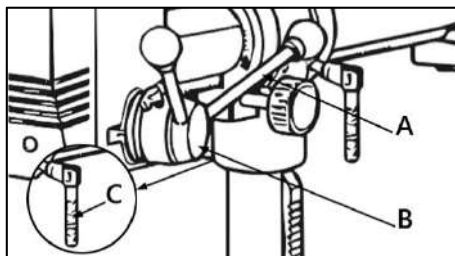
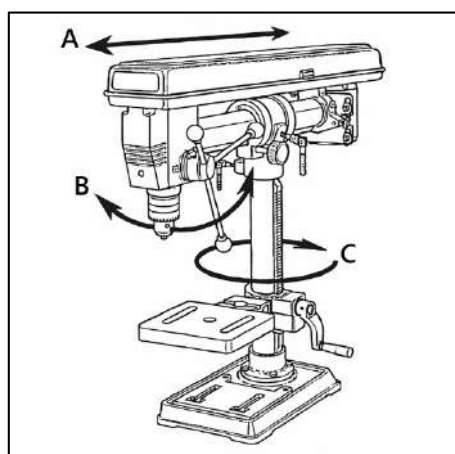
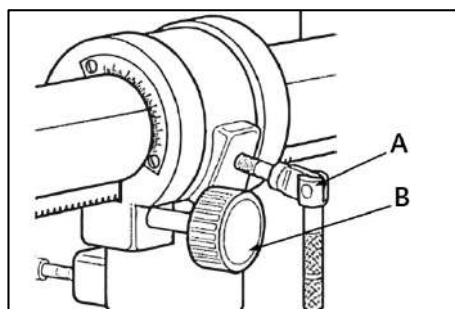
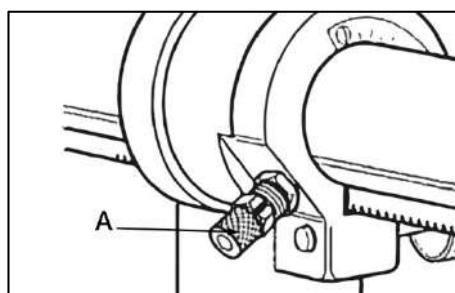

Рисунок 8.
Рисунок 16.
Рисунок 17.
Рисунок 18.
Аккуратно поднимите сверлильную головку (А) (рис. 8) и наденьте ее на колонну до упора. Выровняйте головку относительно стола и основания. Затяните рукоятку фиксации (С) на левой стороне кронштейна сверлильной головки.
Для горизонтального перемещения (A) сверильной головки (рис. 16), ослабьте рукоятку фиксации A (рис. 17) и поворачивайте ручку (B) до достижения необходимого результата. Затяните фиксатор (A).
Для наклона (B) сверильной головки (рис. 16), ослабьте фиксатор A (рис. 17). Затем оттяните пружинный штифт A (рис. 18) и поверните сверильную головку под необходимым углом. Затяните рукоятку A (рис. 17).
Для поворота (C) сверильной головки вокруг колонны (рис. 16), ослабьте рукоятку фиксации C (рис. 8), поверните головку. Затяните рукоятку.